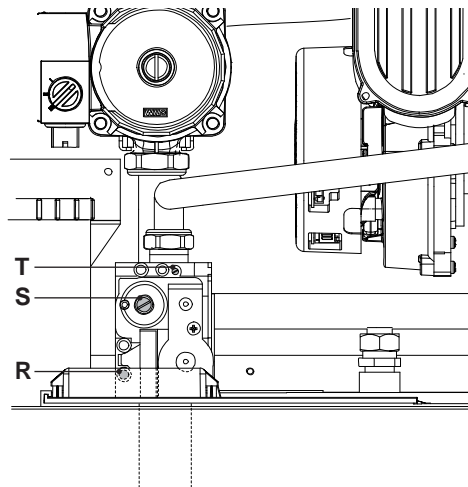
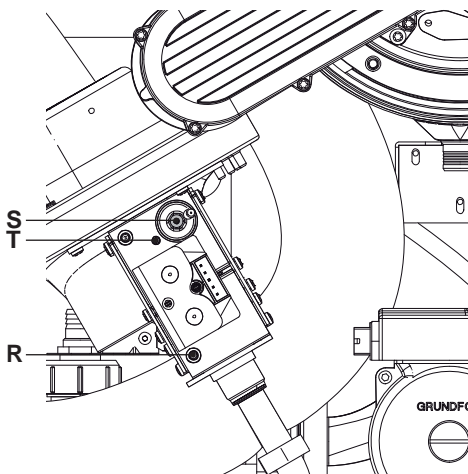

Figura 7.1
Figura 7.2
- A caldaia spenta (fuori servizio), controllare la pressione di alimentazione utilizzando la presa (R) in Figura 7.1 e Figura 7.2 e confrontare il valore letto con quelli riportati nelle tabelle Pressioni di alimentazione gas nella sezione "Dati tecnici M150.50SR/..." a pag. 22 e nella sezione "Dati tecnici M151.90SR/..." a pag. 24.
- Richiudere bene la presa di pressione (R) in Figura 7.1 e Figura 7.2.